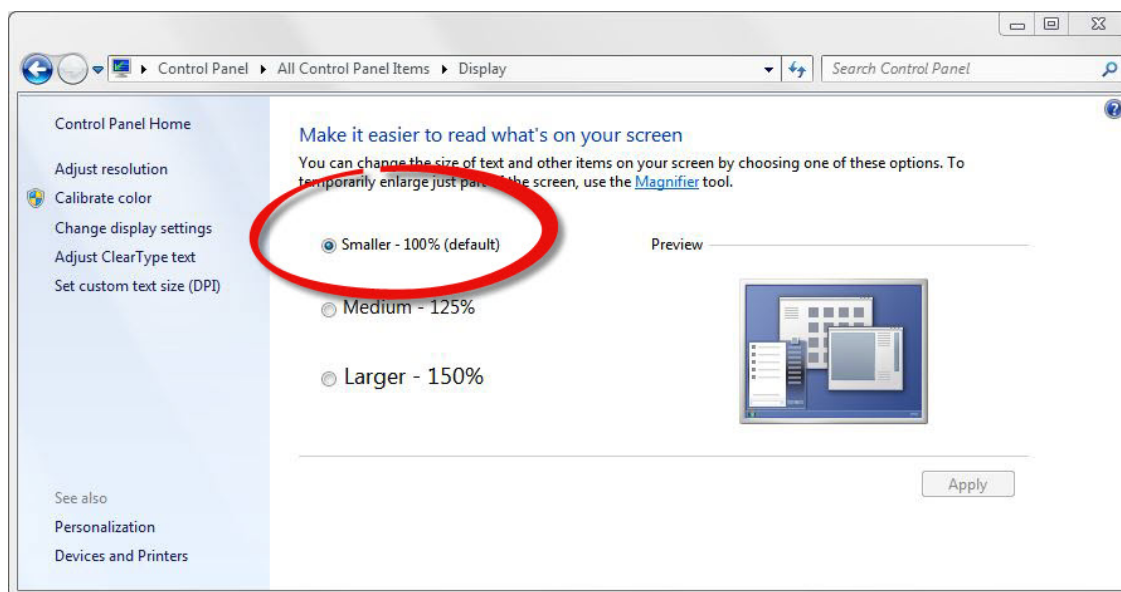

Рис. 1: Установка размера текста на дисплее
- Пользователи Windows 7 и 8 должны установить размер текста 100% (Small) в настройках дисплея (Display settings) панели управления (Control Panel) (см. скриншот Рис. 1).